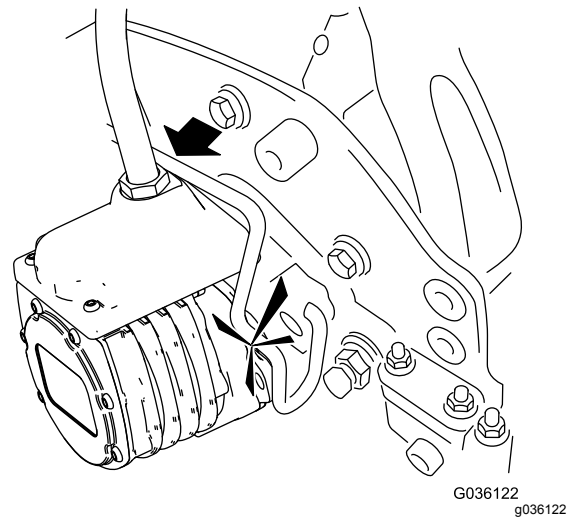

Bild 53
- Setzen Sie den Motor in die linke Seite der Schneideinheit (aus Sicht der Bedienerstellung) und ziehen die Motorbefestigungsstange an der Schneideinheit zum Motor, bis Sie einen deutlichen Klick von beiden Seiten des Motors hören (Bild 53).